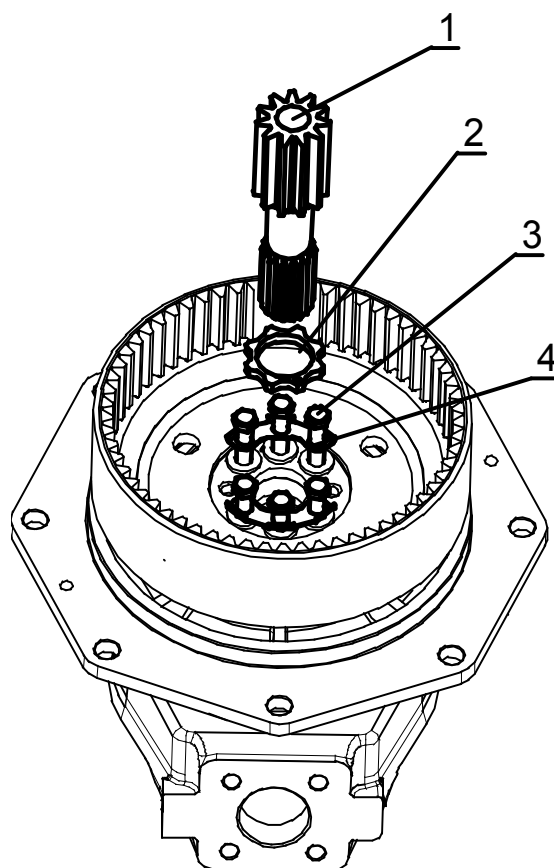

Рис.5.9
- 7) достаньте солнечную шестерню (1), (рисунок 5.9), и упорную шайбу (2);
8) отогните стопорные пластины (4), (рисунок 5.9), и отверните шесть болтов (3);